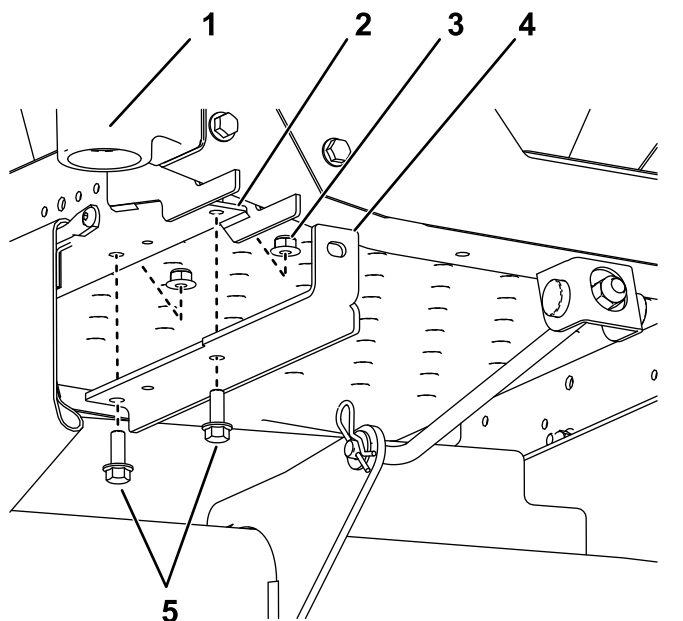

Figura 4
1. Montate le staffe di montaggio delle zavorre sul sottoscocca del telaio utilizzando 2 bulloni ($\frac{3}{8}$ " x 1") e 2 dadi di bloccaggio ($\frac{3}{8}$ "), come illustrato nella Figura 4.